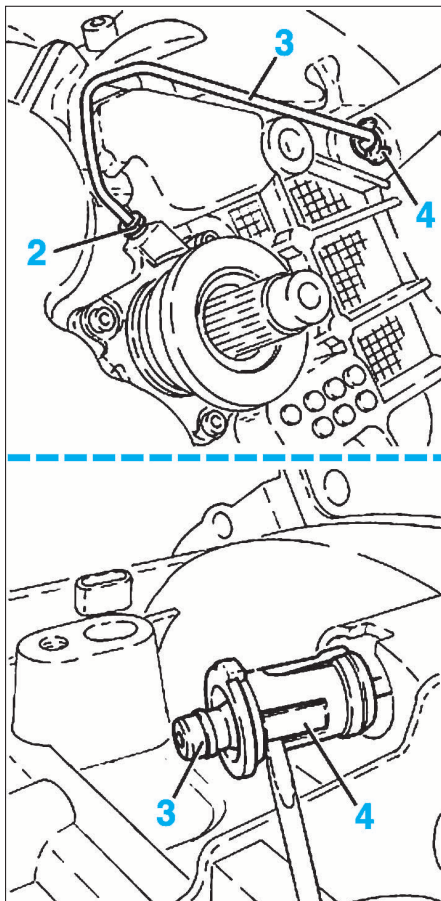

FIG. 8
- Dévisser le raccord (2) de la canalisation hydraulique (3) (Fig.8).